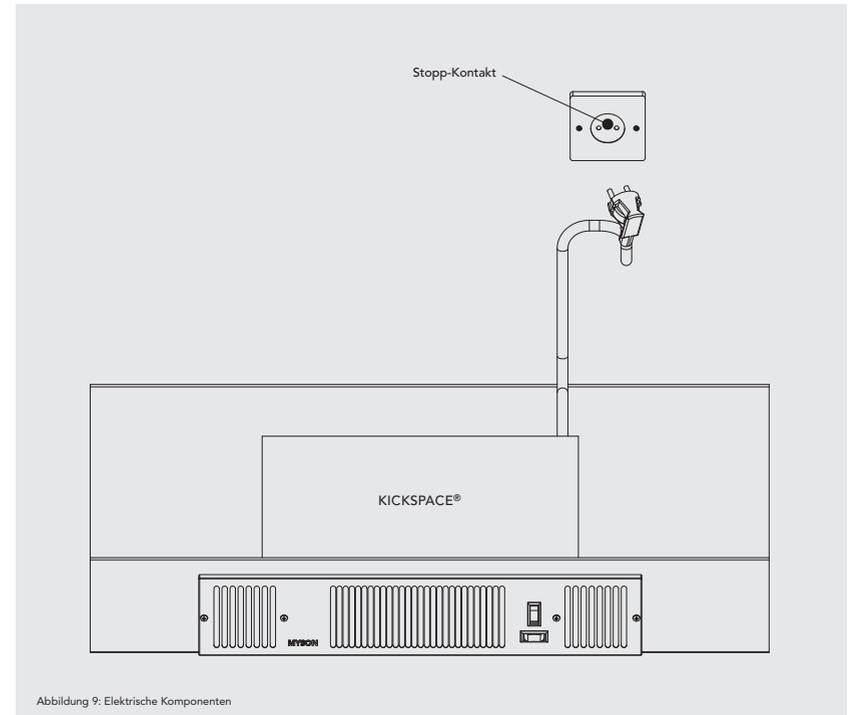

Abbildung 9: Elektrische Komponenten
- Eine entsprechend geerdete 2-polige Steckdose, wie in Abbildung 9 und 10 dargestellt. Ist an einer leicht zugänglichen Stelle in der Nähe des Aufstellungsortes des KICKSPACE® vorzusehen.